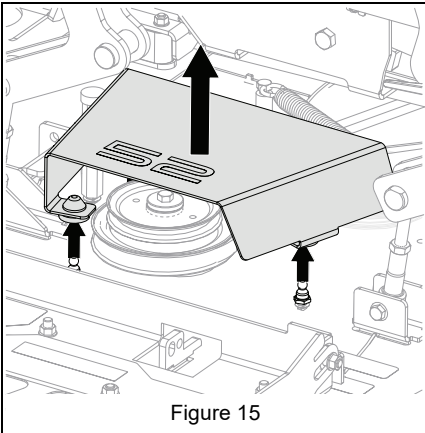

Figure 15
2. Déposer le protège-courroie. Le conserver pour le fonctionnement sans ensacheuse. Voir Figure 15.